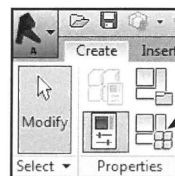

Fig. 06.17.
- Klik *Family Types* og se om parameteren nu virker efter hensigten (Fig. 06.17).